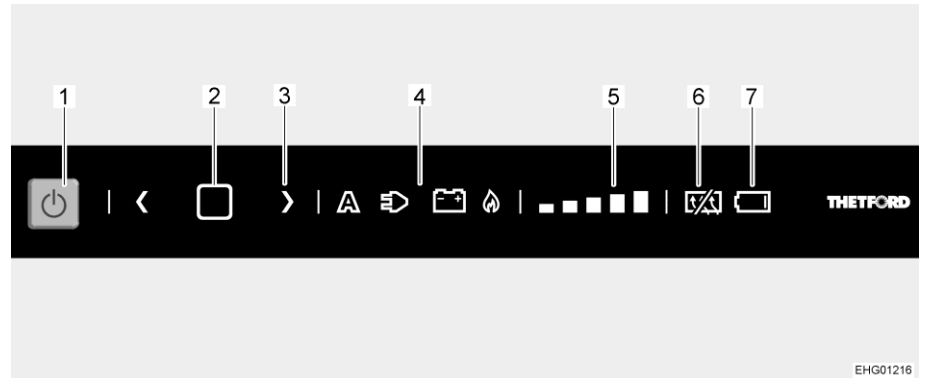

Fig. 149 Panneau de commande DEL
- Appuyer sur la touche Marche/Arrêt (Fig. 149,1) pendant 1 seconde. La touche s'allume en bleu. Le dernier réglage effectué s'allume.
- Appuyer sur la touche de confirmation (Fig. 149,2) pendant 2 secondes jusqu'à ce que le symbole de source d'énergie (Fig. 149,4) commence à clignoter.
- Sélectionner la source d'énergie désirée en appuyant sur une touche fléchée (Fig. 149,3).
- Appuyer sur la touche de confirmation (Fig. 149,2) pour confirmer le choix.
- Appuyer de nouveau sur la touche de confirmation (Fig. 149,2). L'affichage du degré de réfrigération (Fig. 149,5) commence à clignoter.
- Sélectionner la puissance de réfrigération désirée en appuyant sur une touche fléchée (Fig. 149,3).
- Appuyer sur la touche Marche/Arrêt (Fig. 149,1) pendant env. 2 secondes. Toutes les lampes s'éteignent. Le réfrigérateur est coupé.